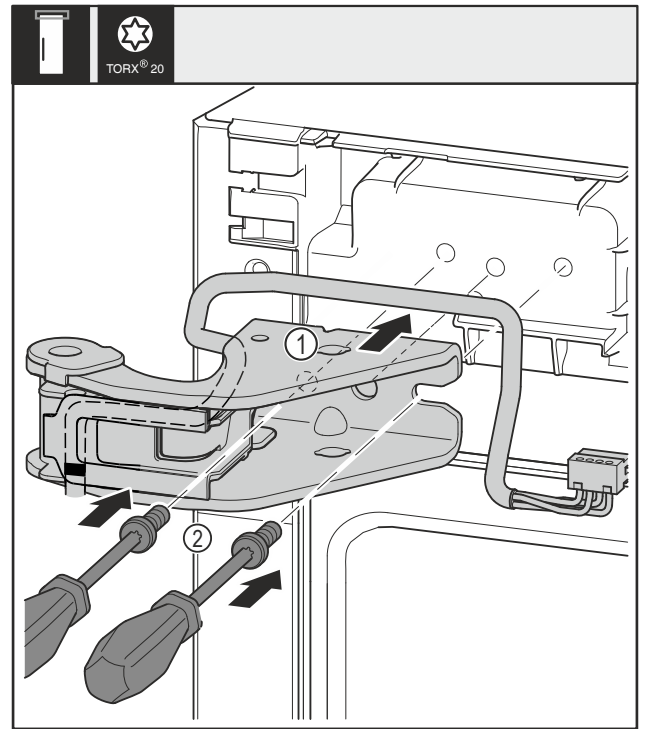

Fig. 32
- ▶ Bovenste lagerbok Fig. 32 (1) bevestigen.
- ▶ Schroeven Fig. 32 (2) met schroevendraaier plaatsen en vastdraaien.